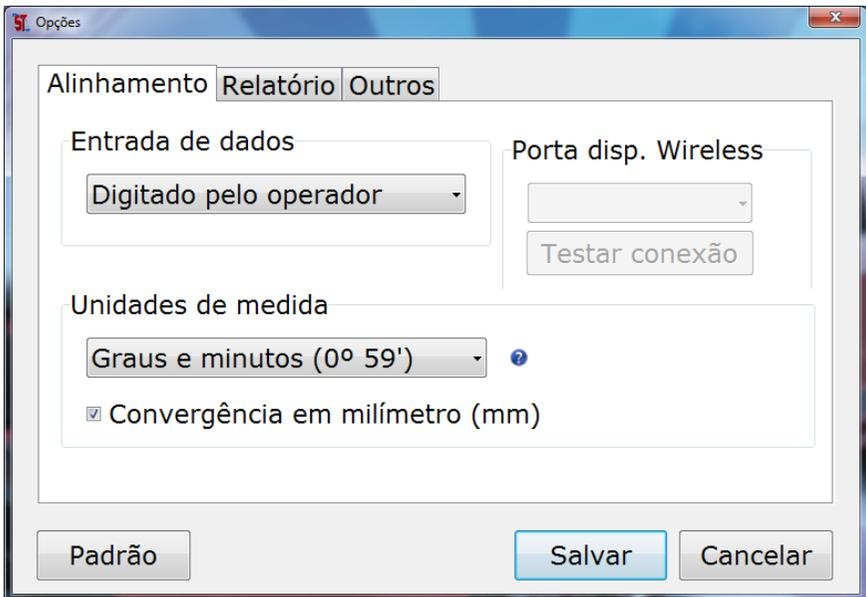

Figura 2
- Na tela de opções selecione em **Entrada de dados** a opção "Digitado pelo operador" se já não estiver (Figura 2).